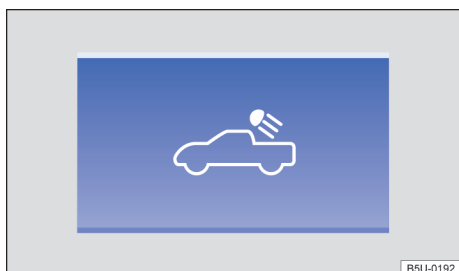

Fig. 72 No console central: tecla da iluminação do compartimento de carga.
- Para **ligar**: pressionar a tecla → **Fig. 72** no painel de instrumentos.
- Para **desligar**: pressionar novamente a tecla → **Fig. 72** no painel de instrumentos, desligar a luz de posição ou ligar a ignição do veículo.